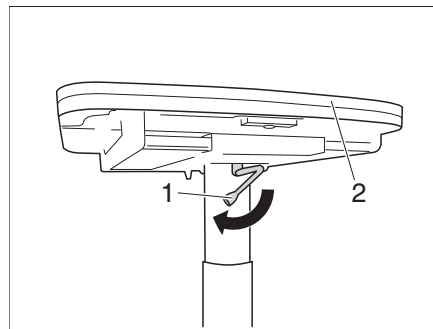

Fig. 99 Abaisser la table
- Basculer le levier de verrouillage (Fig. 99,1) vers la gauche. Le verrouillage est ouvert.
- Presser vers le bas le plateau de table (Fig. 99,2) au centre et le maintenir enfoncé.
- Basculer le levier de verrouillage (Fig. 99,2) vers la droite. La table à hauteur réglable est verrouillée.